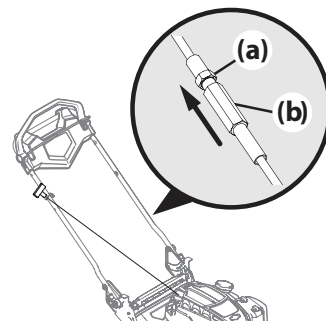

Figura 15
- Control de la transmisión está apretado o difícil de tirar. Consulte la Figura 15 -